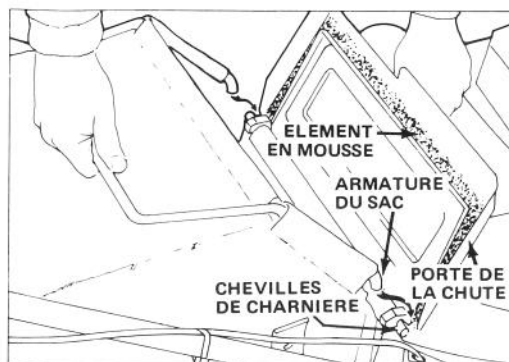

Figure 13
2. **POSE DU SAC** — Levez la porte de la chute et accrochez l'armature du sac sur les chevilles de charnière (Fig. 13). Laissez le sac reposer sur le carter de la tondeuse par-dessus l'ouverture de la chute. Fermez la porte et veillez à ce qu'elle s'adapte bien sur la hauteur de l'ouverture du sac.